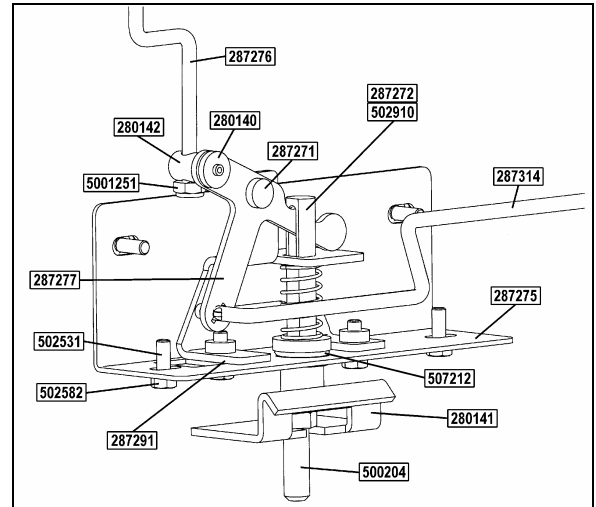

FIGURE 4 : LOQUET INFÉRIEUR
5. Introduire le rivet à épaulement (280142) dans le trou du pivot (287277), mettre la rondelle de retenue (280140) puis fixer le tout en martelant la pointe du rivet (voir figure 4).